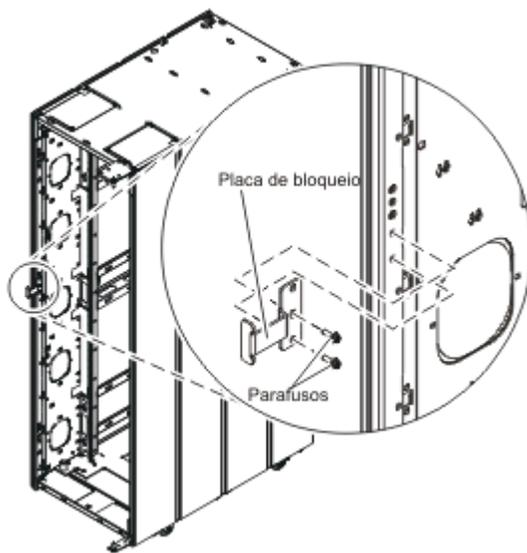

Figura 103. Instalar a placa de bloqueio
- a. Instale duas porcas de grampo M6 nas abas de instalação do lado esquerdo do bastidor, conforme apresentado na Figura 103 na página 152.
- b. Alinhe os dois parafusos com os dois orifícios inferiores na placa de bloqueio, conforme apresentado na Figura 103 na página 152.